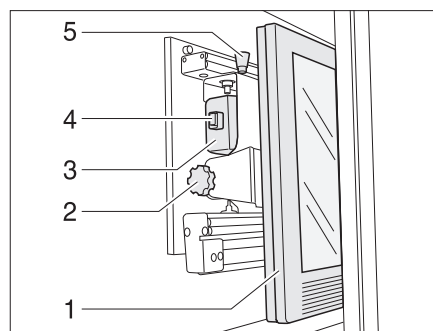

Fig. 61 Meuble télévision
- Appuyer sur le bouton de déverrouillage (Fig. 61,5) et tirer le support de l'écran plat jusqu'à la butée vers l'avant, à l'aide de la poignée (Fig. 61,4).
- Tirer le bouton de déverrouillage (Fig. 61,1) et faire pivoter l'écran plat (Fig. 61,2) dans la position souhaitée.
- Desserrer la vis moletée (Fig. 61,3).